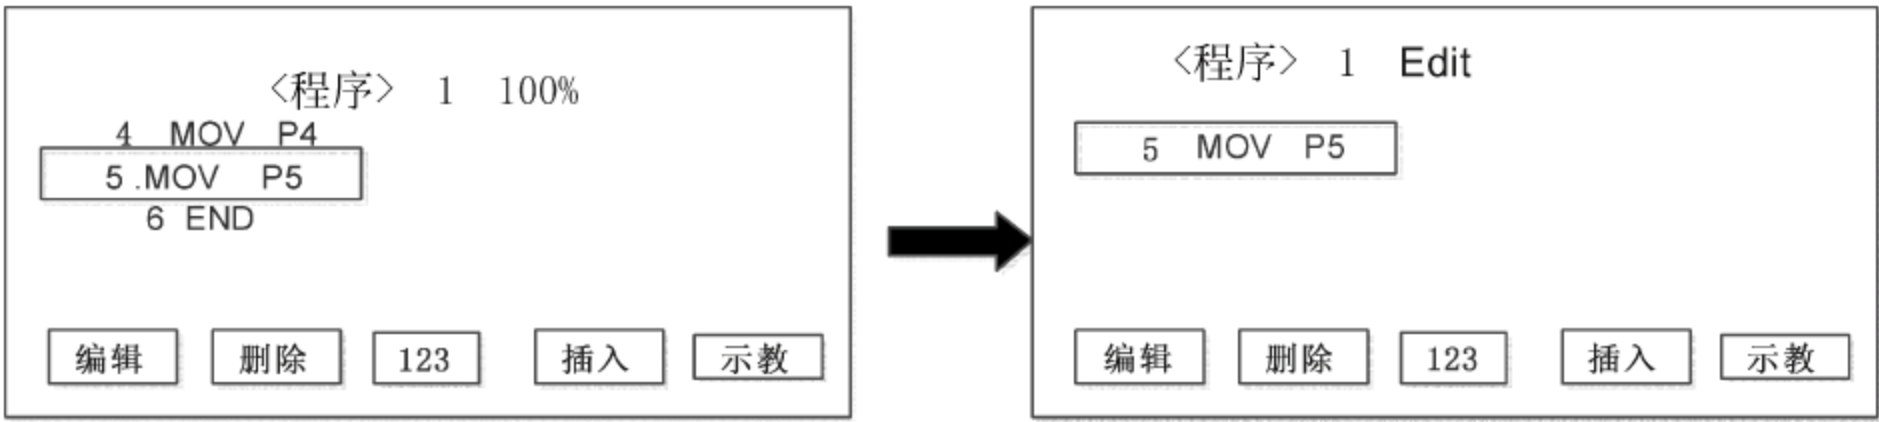

图 4-10 程序修改界面
- (1) 进入需要修改的程序界面。
- (2) 选择需要修改的程序行(5 MOV P5)。
- (3) 按下“编辑”键,进入“修改”界面,如图 4-10 所示。